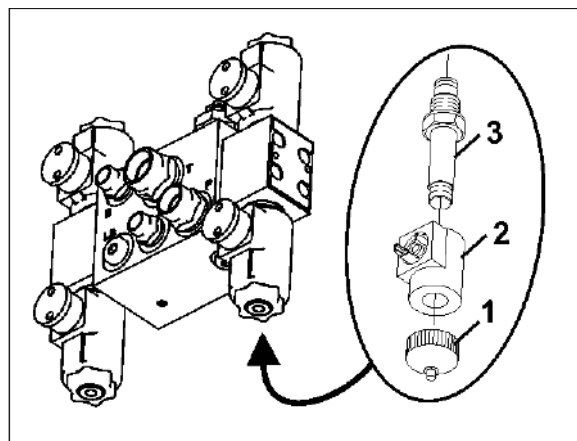

Fig. 164
1. Desaparafusar a capa magnética (Fig. 164/1).
2. Retirar a bobina magnética (Fig. 164/2).
3. Desenroscar a haste da válvula (Fig. 164/3) com os assentos da válvula e limpar com ar comprimido ou óleo hidráulico.